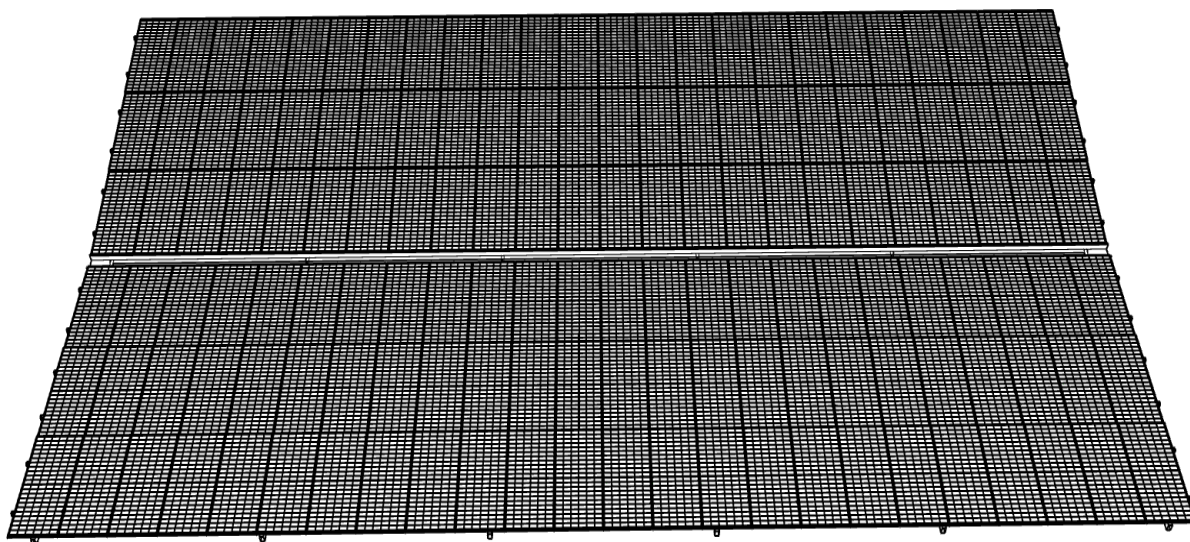

FIGURE 27
①⁹ Le résultat final est le suivant. (Figure 27).